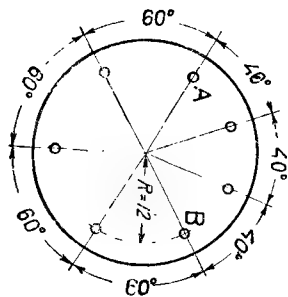

Рис. 1. Семиштырьковый цоколь
3. Семиштырьковый цоколь нового типа — для пентагридов, двойных диод-триодов, двойных триодов и низкочастотных пентодов (рис. 1). Семь-